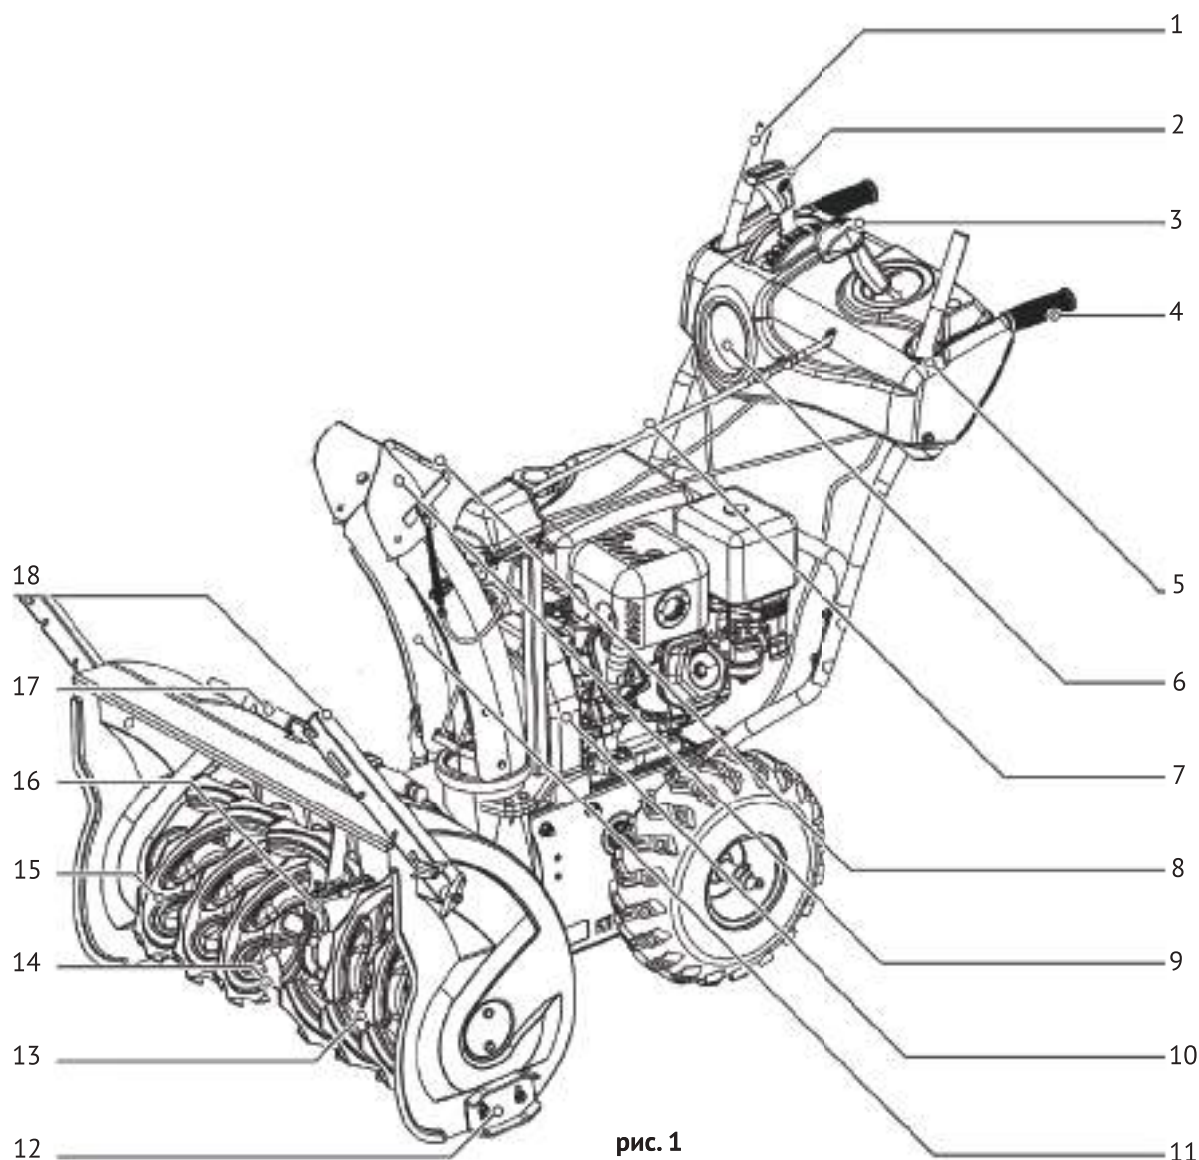

рис. 1
3.1 Общий вид снегоуборочника схематично представлен на рис. 1
Закрепите оба ограничительных башмака (рис. 1 поз.12) на боковых стенках снегозаборника с помощью болтов и гаек.
Ограничительные башмаки (рис. 1 поз.12) регулируют расстояние между очищаемой поверхностью и стругом для того, чтобы посторонние предметы (камни, прутья и т.д.) во время работы не попадали в шнек снегоуборочника.
Рычаг переключения скоростей (рис.1 поз.2) устанавливается следующим образом: